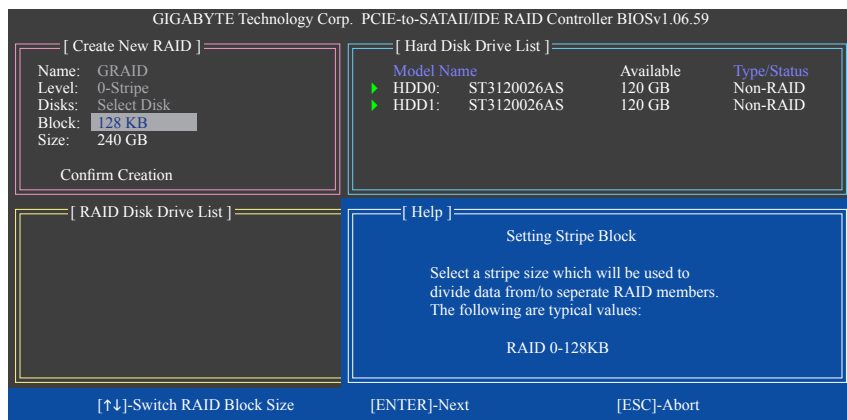

図 6
4. **ブロックサイズの設定 (RAID 0 のみ):** **Block** 項目の下で、上または下矢印キーを使用してストライプブロックサイズを 4 KB ~ 128 KB の範囲で選択します (図 6)。<Enter> を押します。